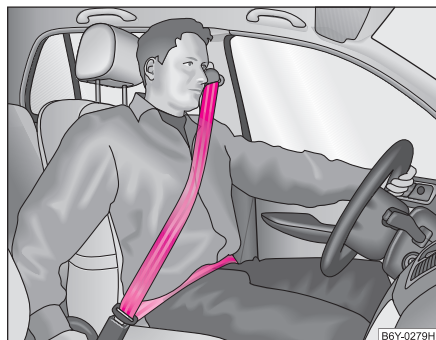

Fig. 157 Centura de siguranță pentru umăr și bazin
- Partea de umăr a centurii nu trebuie să treacă peste gât, ci aproximativ peste mijlocul umerilor și să aibă un contact ferm cu corpul. Partea din dreptul bazinului trebuie să aibă întotdeauna un contact ferm cu bazinul și să fie plasată cât mai jos ⇒ **pagina 188, fig. 157**. Îndreptați cu mâna banda centurii.